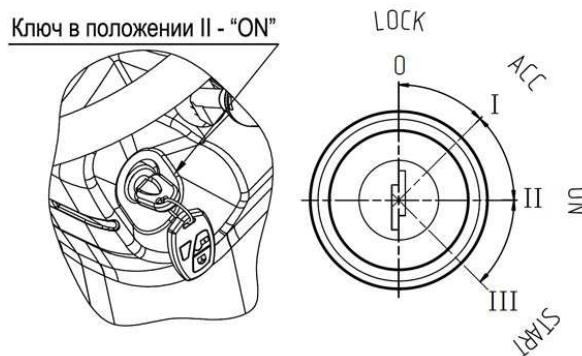

Рис. 3.19. Замок включения приборов и стартера (замок "зажигания")
Замок включения приборов и стартера (замок "зажигания") показан на рис. 3.19. Положение ключа в замке соответствует следующим состояниям и действиям:
Включение/выключение наружного освещения выполняется поворотом наконечника рукоятки переключателя. Ключ в замке зажигания должен находиться в положении «I» или в положении «II» (см. рис. 3.19). Рукоятка имеет три фиксированных положения: освещение выключено (OFF); включены габаритные и маркерные огни (D+); включены фары головного света (D).